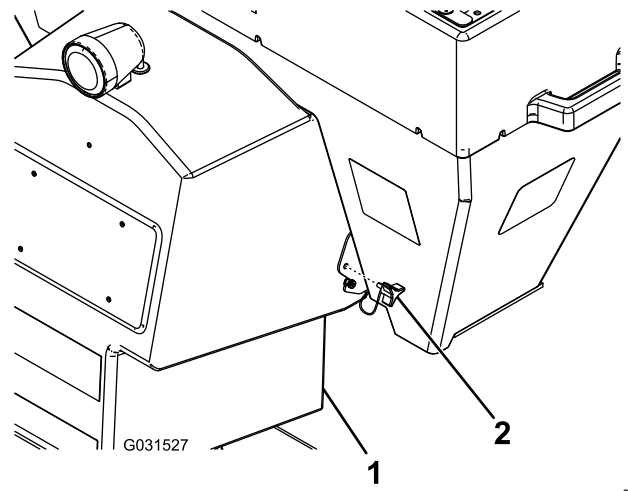

Figura 10
3. Acople el conjunto de disco distribuidor al esparcidor y sujételo con los tornillos de apriete manual (Figura 10).